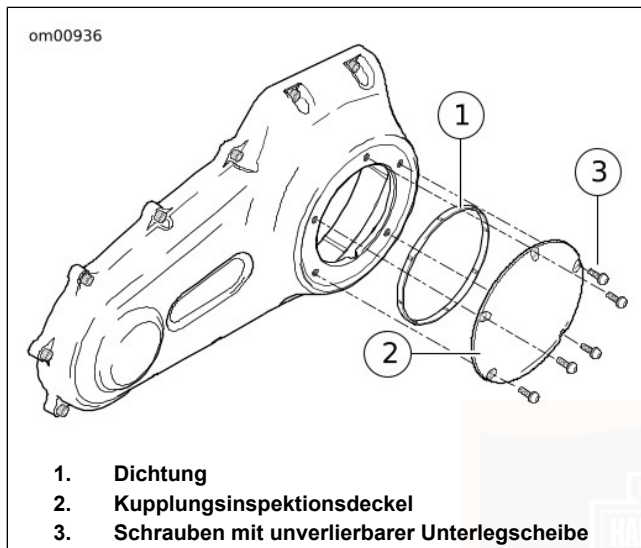

Abbildung 53. Kupplungsdeckel
3. Siehe Abbildung 53. Die fünf Schrauben (mit unverlierbaren Unterlegscheiben) entfernen, um den Kupplungsinspektionsdeckel von der Primärkettengehäusedeckel abzunehmen.